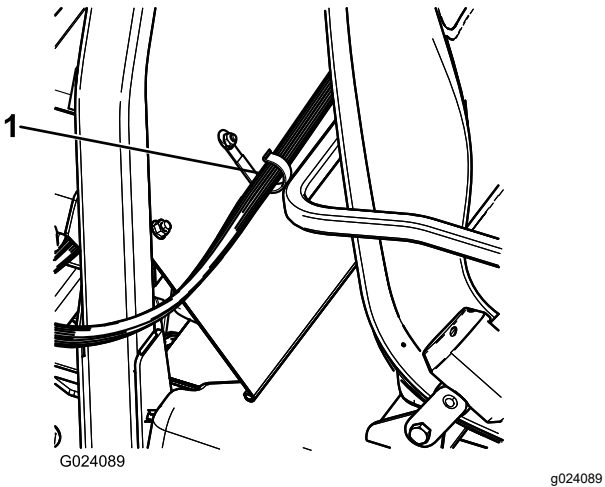

Figura 22
2. Monte um clipe J por detrás do banco do passageiro (Figura 22) utilizando um parafuso (¼ pol. x ½ pol.) e uma porca flangeada (¼ pol.).
3. Prenda a cablagem da consola à consola e à cobertura do sistema de proteção contra capotamento utilizando grampos em forma de J (Figura 22).